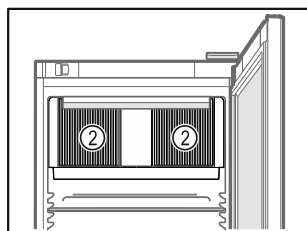

Fig. 59
- ❑ Lüftungsschlitze Fig. 59 (2) des Umluftgebläses im Innenraum freihalten.